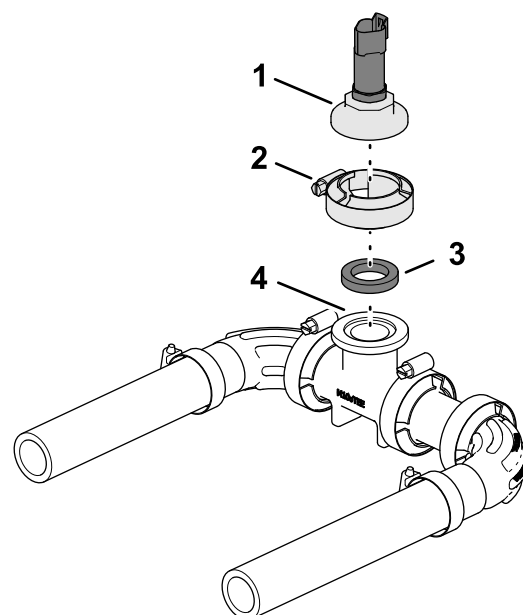

Figura 57
1. Alinee la tapa con conector con el transductor de presión y la junta con la brida del conector en T del distribuidor (Figura 57).
2. Sujete la tapa con conector y la junta al conector en T con la abrazadera de brida (Figura 57).